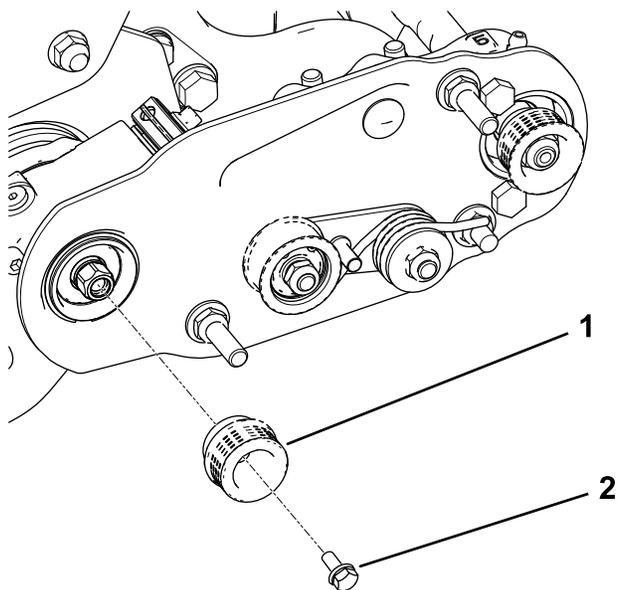

Figura 12
2. Montate la puleggia motrice sull'albero del groomer (Figura 12).
3. Applicate Loctite 242 (blu) sul bullone a testa flangiata e utilizzate il bullone per fissare la puleggia all'albero di trasmissione; fate riferimento alla Figura 12.